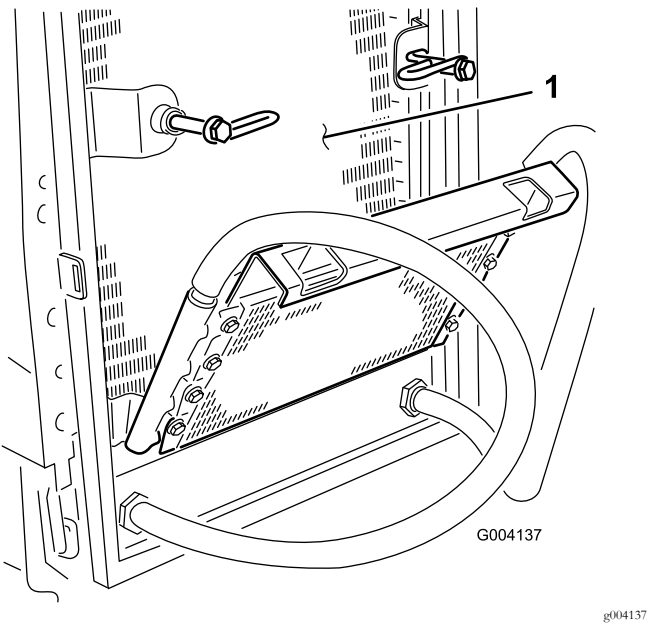

Bild 52
6. Reinigen Sie beide Seiten des Ölkühlers und des Kühlers gründlich mit Druckluft (Bild 52).